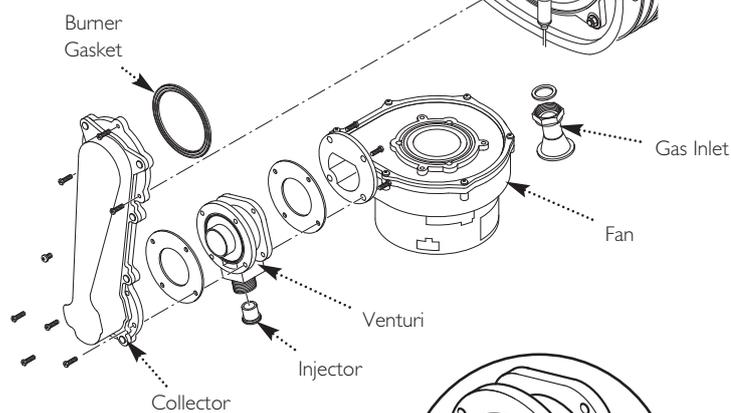

Fig. 54
13.4 Venturi (Fig. 54)
13.5 Injector (Fig. 54)